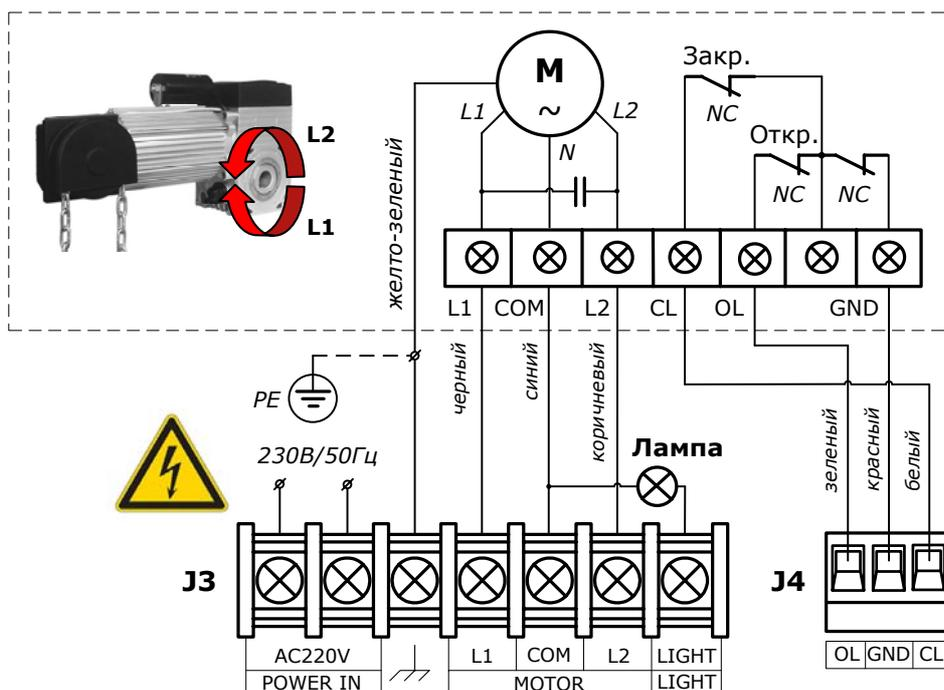
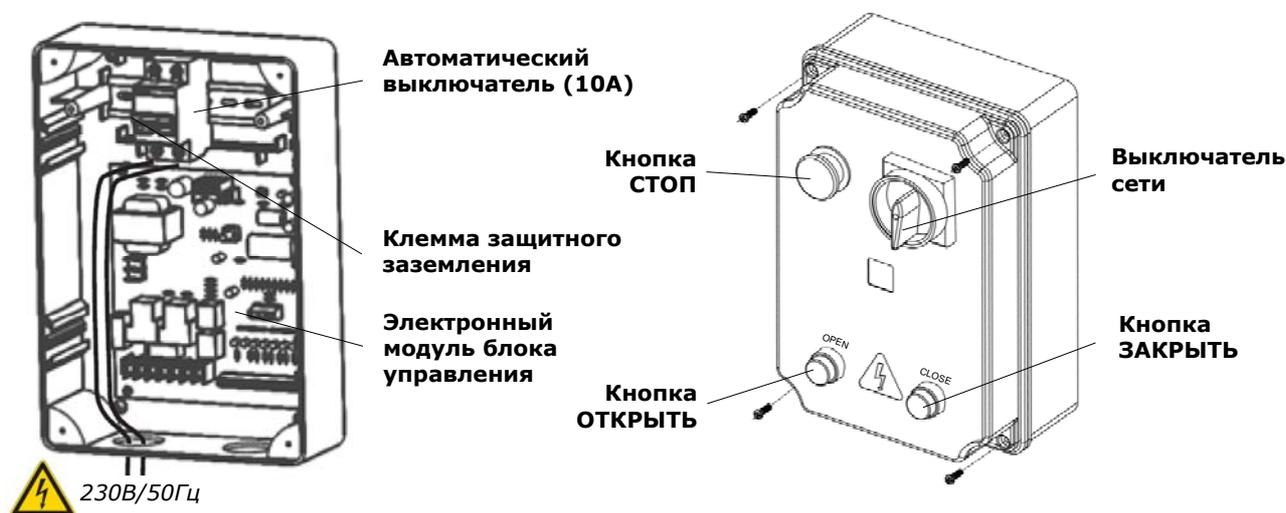

Рис. 7. Электрические подключения привода к блоку управления
Рис. 9. Блок управления DGT-C06
При подключениях электродвигателя и выключателей конечных положений (Рис. 7) используйте предлагаемые кабели из комплекта привода (Таблица 1), четырехжильный (4G1,5мм2) и трехжильный (3×0,5мм2) соответственно.
Для сигнализации о движении ворот к блоку управления привода может быть подключена проблесковая лампа (Рис. 7) 230В, макс. 60Вт. Проблесковая лампа подключается к клеммам «LIGHT» и «COM».
Подведенные к блоку управления питающие провода электрической сети подключите к автоматическому выключателю (Рис. 9). Провод защитного заземления подключите к клемме защитного заземления блока управления, расположенной рядом с автоматическим выключателем. Все подключенные к блоку управления кабели и провода должны быть связаны и закреплены, для этого воспользуйтесь стяжками из комплекта блока управления.
- Переведите автоматический выключатель (Рис. 9) во включенное положение - ON.
- Проверьте наличие индикации на электронном модуле блока управления согласно таблицы 6. Если индикации нет или не соответствует требуемой, отключите блок управления и внимательно проверьте все подключения (сверьтесь с разделом «9. Неисправности и рекомендации по их устранению»). Если к приводу подключены фотоэлементы, необходимо проверить приемник (RX). Если индикатор приемника не светится или моргает, это означает, что сигнала нет или сигнал прерывается из-за неточной регулировки фотоэлементов.
- С помощью кнопок ОТКРЫТЬ (OPEN) и ЗАКРЫТЬ (CLOSE) проверьте, что движение полотна ворот осуществляется в требуемых направлениях. Если направление вращения выходного вала привода не совпадает с требуемым, отключите электрическую сеть и поменяйте местами провода подключения на клеммах «L1» и «L2» (Рис. 7).